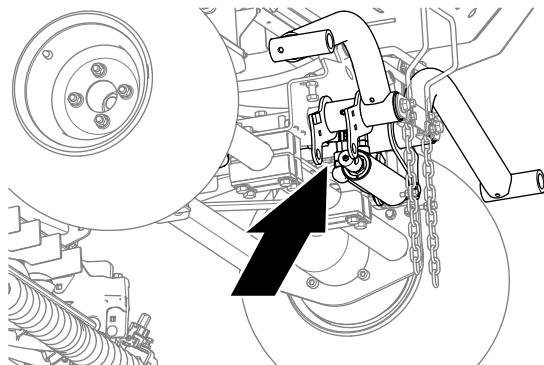

Figure 11
- Placez un bac de vidange sous les raccords hydrauliques du vérin de levage (Figure 11).